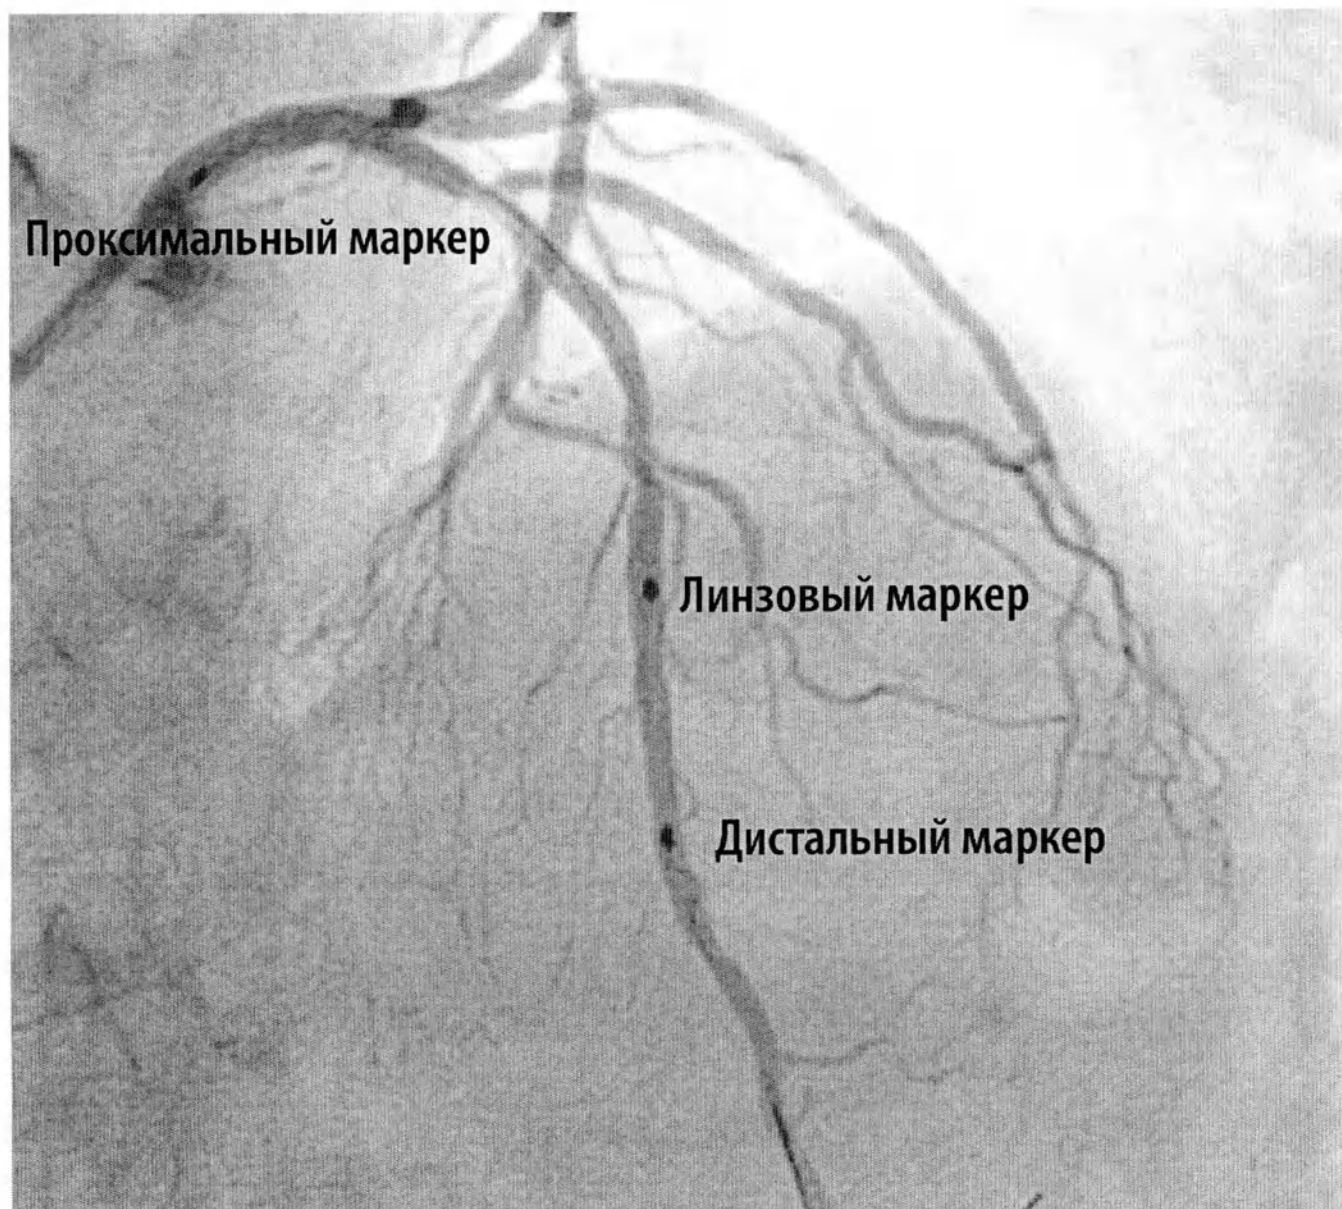

Рисунок 15
14. Под рентген-контролем продвиньте визуализирующий катетер вперед по проводнику таким образом, чтобы маркер линзы катетера находился дистальнее места поражения (или дистального конца стента) на 5 мм (рисунок 15).